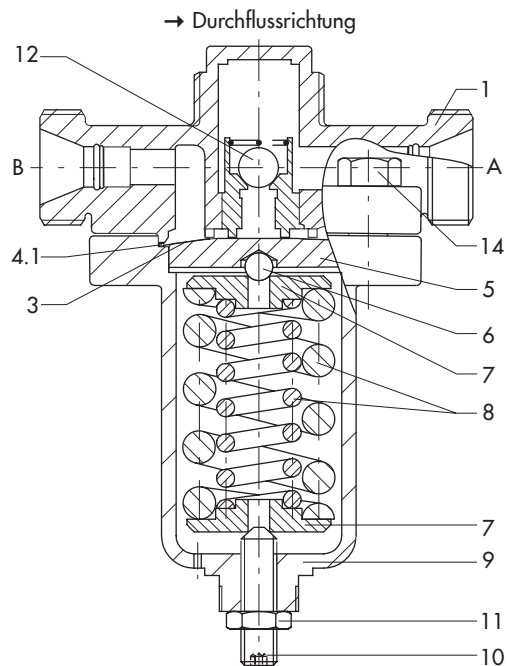

Bild 3: Überströmventil Typ 2357-21
Bei dem **Überströmventil Typ 2357-21** (Bild 3) ist die Durchflussrichtung stets von „B“ nach „A“. Im drucklosen Zustand ist das Ventil geschlossen. Der am Anschluss „B“ anstehende Druck führt intern auf die Stellmembran (3). Die entstandene Kraft wirkt der einstellbaren Federkraft entgegen. Bei steigendem Druck öffnet das Ventil so lange, bis der Sollwert erreicht ist. Die integrierte Rückschlageinheit verhindert das Rückströmen des Mediums.